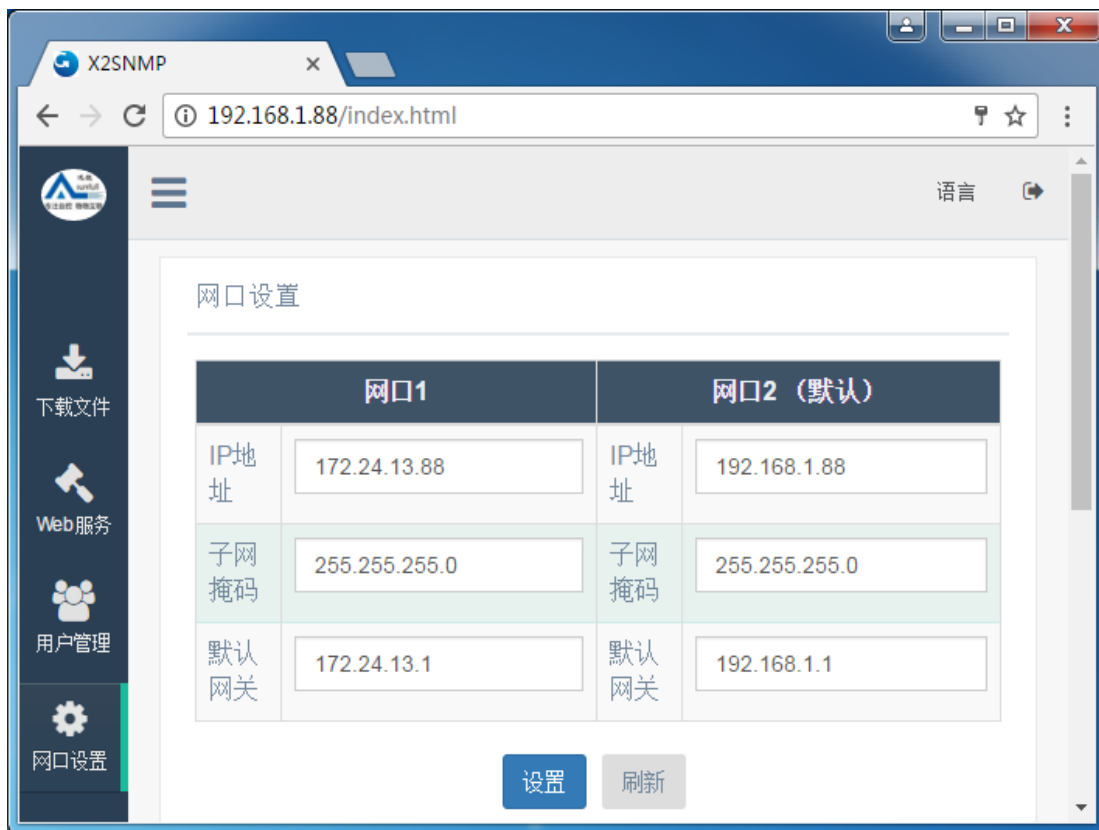

图 4-4-1 网口设置
**网口设置：**设置下位机硬件网关网口 IP 地址，如下图 4-4-1。